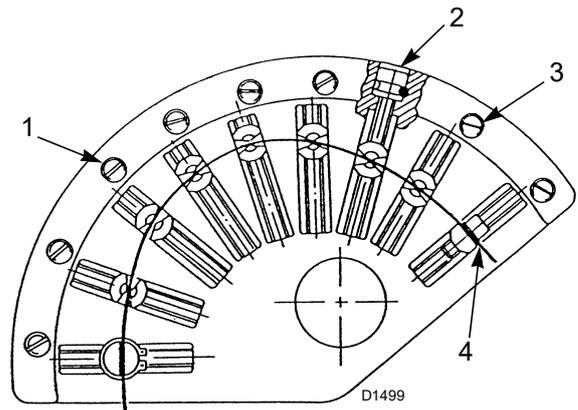

Abb. 34
Das Ausgangsprofil des Nockens 1)(Abb. 34) muss durch Drehen der Schrauben 2)(Abb. 34) schrittweise geändert werden.
Für eine bessere Wiederholbarkeit der Einstellung die Drehung der Nockeneinheit stoppen, wenn das obere Lager, das am Profil 4)(Abb. 34) gleitet, mit einer der Stellschrauben 2) übereinstimmt.
Legende (Abb. 34)
die Stellschrauben 2)(Abb. 34) nach dem Lockern der Schrauben 3) betätigen.
- Nehmen Sie die Einstellung des Luftdurchsatzes mittels Regelung des Nockens mit variablem Profil durch Drehen an den Schrauben 2)(Abb. 34 auf S. 32) vor.
- Vergessen Sie nach Erzielung der optimalen Einstellung nicht, die Stellschrauben der Nockenprofile mit den Schrauben 3)(Abb. 34 auf S. 32) festzuziehen.